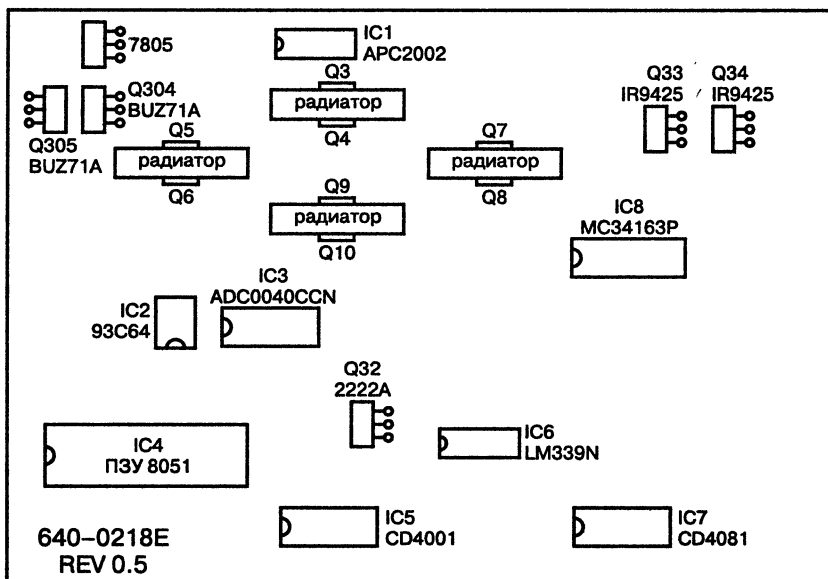

Рис. 3.30. Основная плата электроники
- ♦ отказ транзисторов и микросхем на основной плате электроники (см. рис. 3.30).